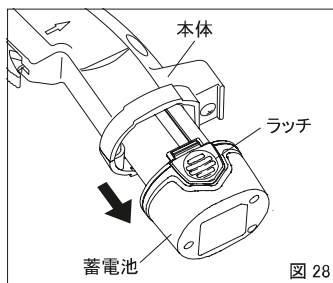

図 28
① 蓄電池のラッチ部を押しながら蓄電池を本体から取外します(図28)。